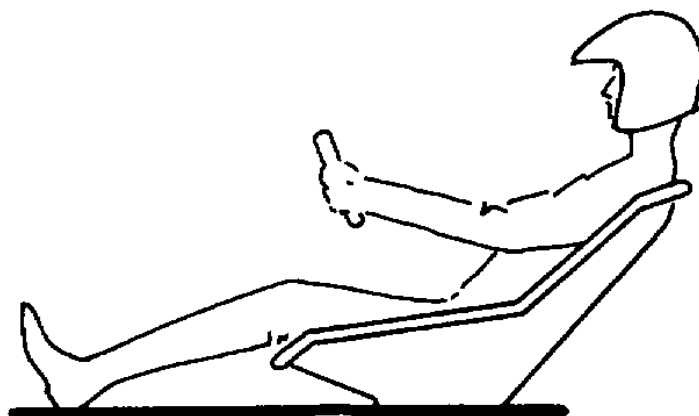

Fig. 2. Helt golv under föraren.
- Bilen ska undertill vara försedd med ett helt golv som täcker förarens ben och förarstol underifrån. Stålblåt minimum 2 mm tjocklek, aluminium minimum 3 mm tjocklek (Se fig. 2). Golvet ska vara skruvat i chassiet.